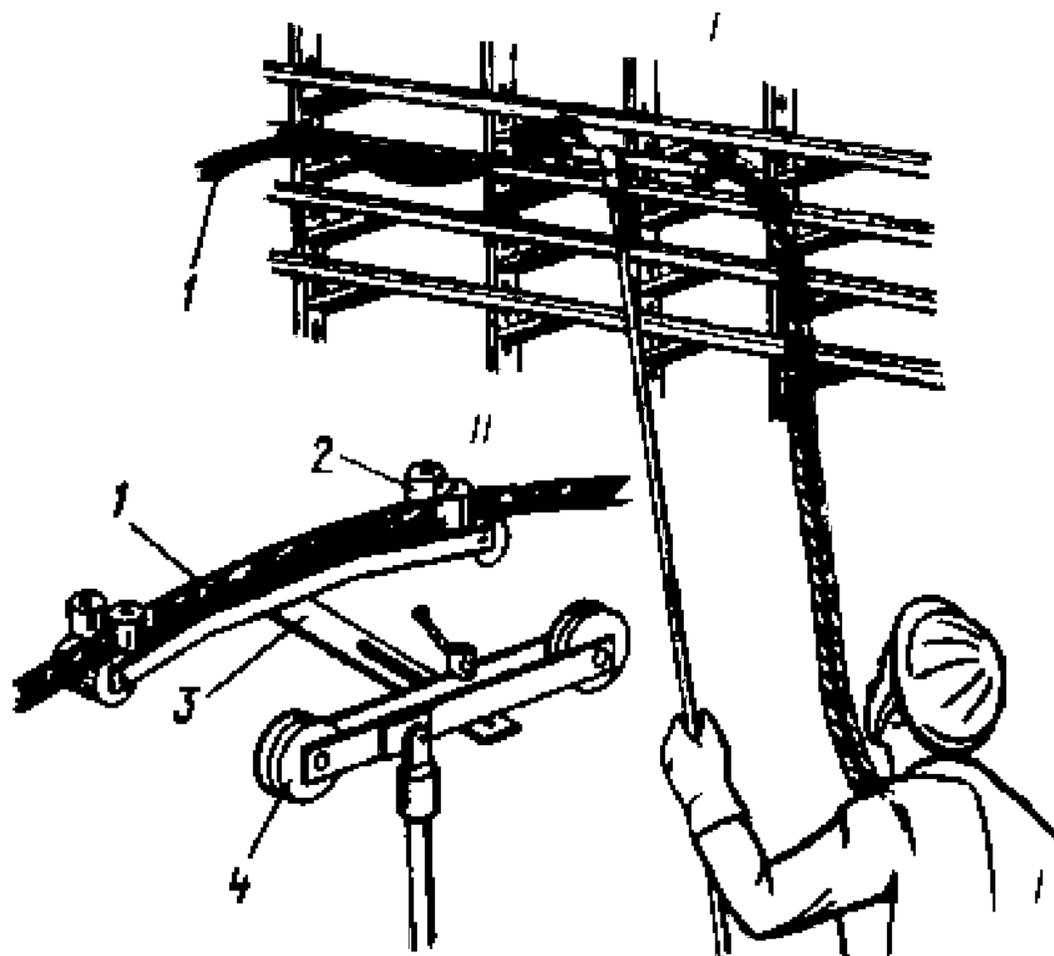

Рис.12
Для прокладки проводов и кабелей непосредственно с пола, без подъема на высоту (I) используют специальное приспособление (II), которое имеет ролики 4 для его перемещения по ребрам полок (рис.12). Прокладываемый провод или кабель I проходит между двумя парами вертикально расположенных роликов 2 и укладывается на полки в нужном месте, что обеспечивается выдвиганием планки 3.